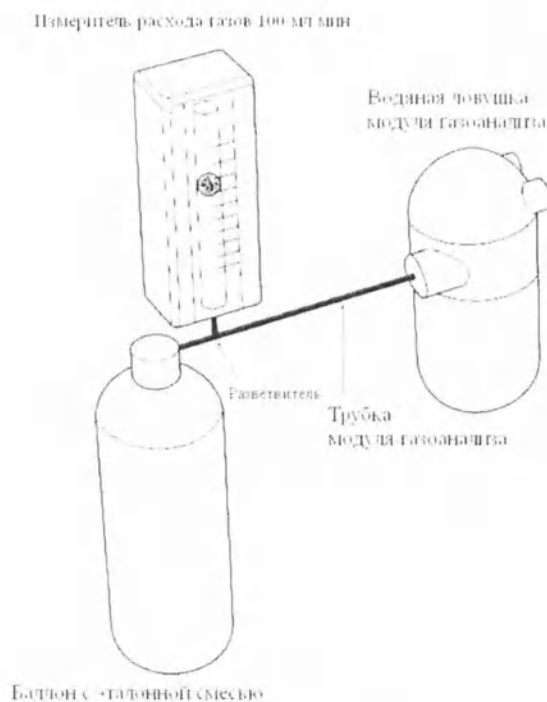

Рисунок 1
3.3.3.1. Подключают баллон с поверочной газовой смесью к водяной ловушке согласно рис. 1